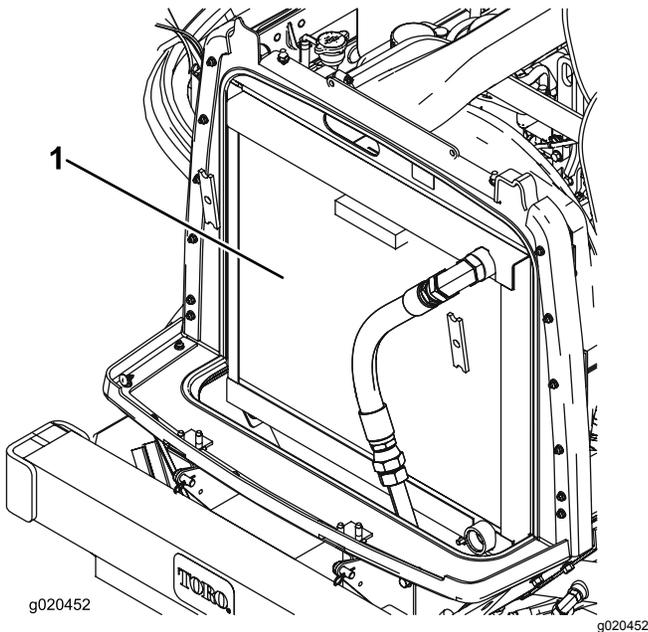

Figura 96
3. Pulite accuratamente entrambi i lati dell'area del refrigeratore dell'olio e del radiatore utilizzando aria compressa (Figura 96).